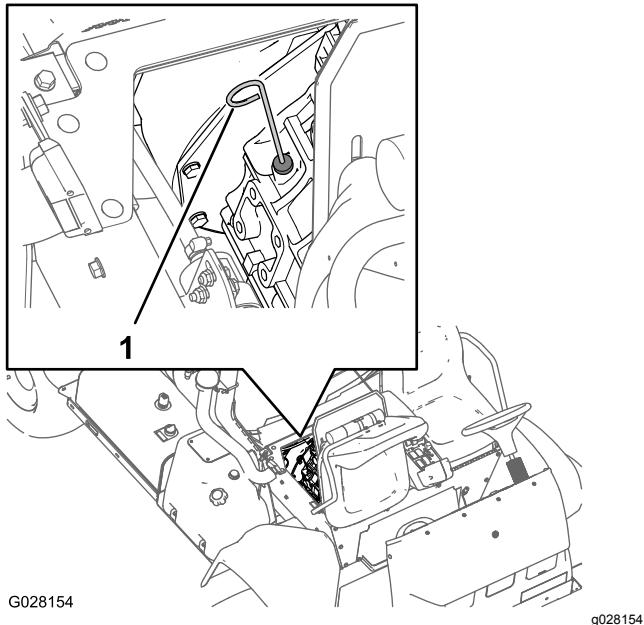

図 53
- ディップスティックの目盛りで油量を点検する図 53。
7. ディップスティックの FULL マークに達するまで補給口から残りのオイルをゆっくりと補給する図 53。